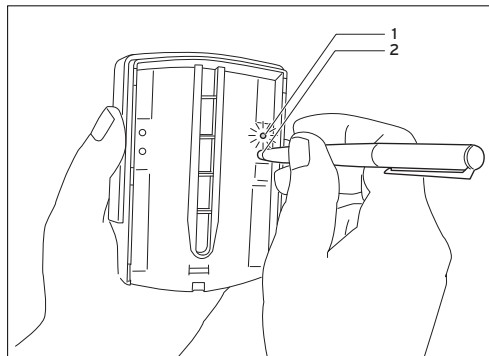

Fig. 3.6 Messa in funzione del radiosensore esterno
⇒ Attivare il radiosensore esterno azionando, ad esempio con una penna, il tasto situato nella parte posteriore, a destra (2, fig. 3.6). Il LED verde (1, fig. 3.6)
- ⇒ Estrarre il radioregolatore dal supporto murale, inserendo un cacciavite in corrispondenza delle due linguette d'arresto (vedere freccia in fig. 3.6).